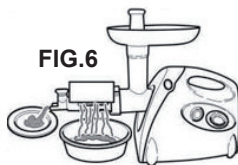

FIG.6
Agganciare la protezione in plastica contro gli spruzzi (5) sul setaccio, posizionare un contenitore in fondo allo scivolo raccogli polpa per raccogliere la passata e un'altro contenitore sotto la parte terminale del setaccio per raccogliere gli scarti (fig.6).